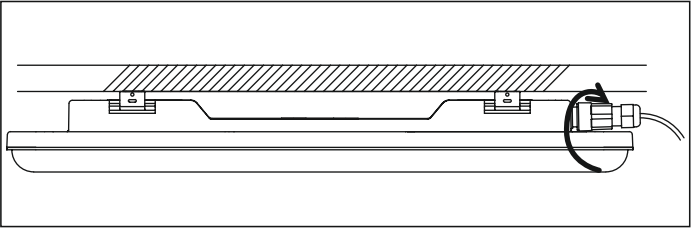

Рис. 4
- 5.15Соедините быстросъемный разъем и надежно закрутите его, чтобы добиться герметичности (рис. 4).